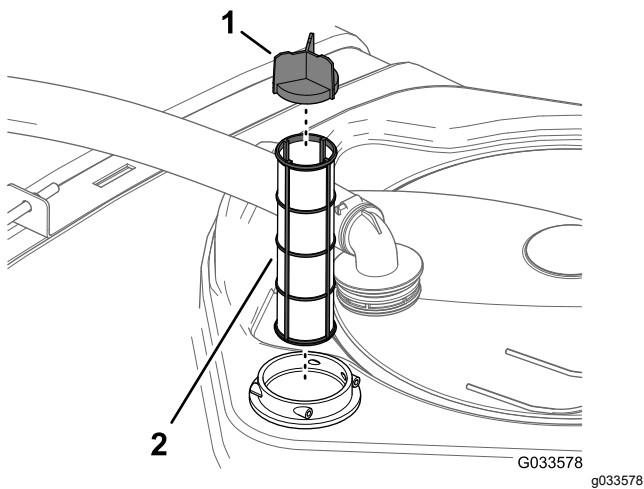

Figura 52
4. Retire el filtro de aspiración del alojamiento del filtro del depósito (Figura 52).